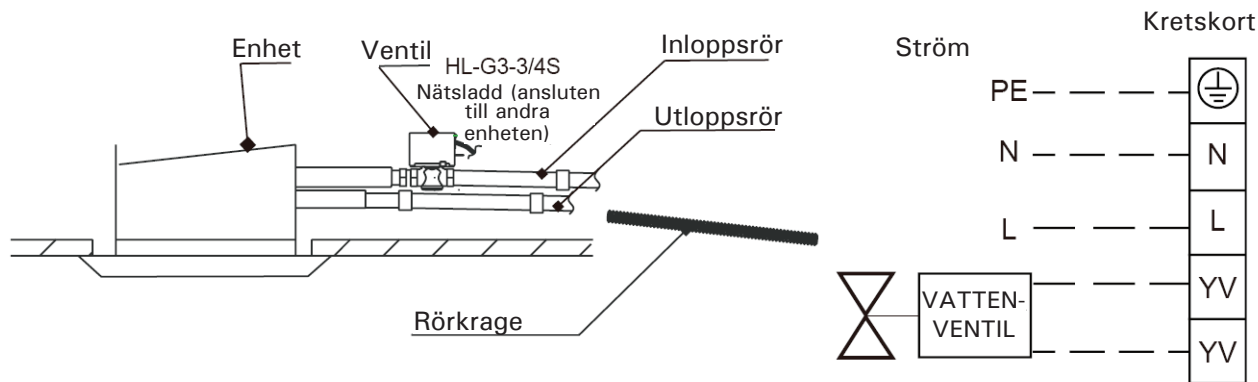

Fig.19
- ! Efter installationen av rör och motorventil skall ventilens kablage anslutas till kretskortet enligt Fig.19.